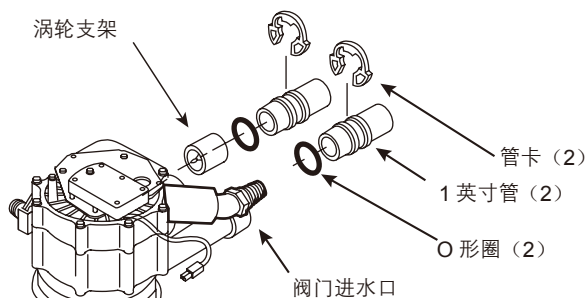

图 3
- b. 将润滑过的 "O" 形密封圈放置提供的 1 英寸管，小心地将此管插入出水口内 (见图 3)，然后安装 "C" 形管夹并确认稳固。